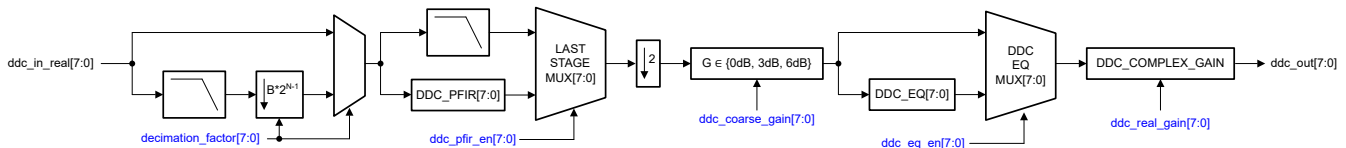

図 7-23. 実数デシメーション信号チェーン (2 の累乗のデシメーション係数 ($B = 1$))
- **実数デシメーション:** 実数入力はローパスフィルタで処理され、フィルタ出力はデシメーション係数 (M) でダウンサンプリング処理されます。このモードでの DDC ブロックの出力は実数信号で、図 7-23 は詳細な DDC チェーンを示しています。